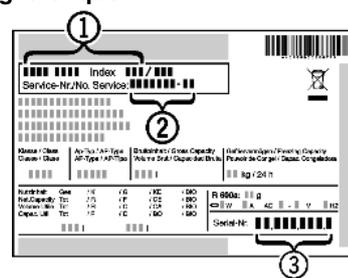

Fig. 17
- ▶ Consulter la désignation de l'appareil Fig. 17 (1), le N° de service Fig. 17 (2) et le N° de série Fig. 17 (3) sur la plaque signalétique. La plaque signalétique se trouve à l'intérieur de l'appareil, sur le côté gauche.